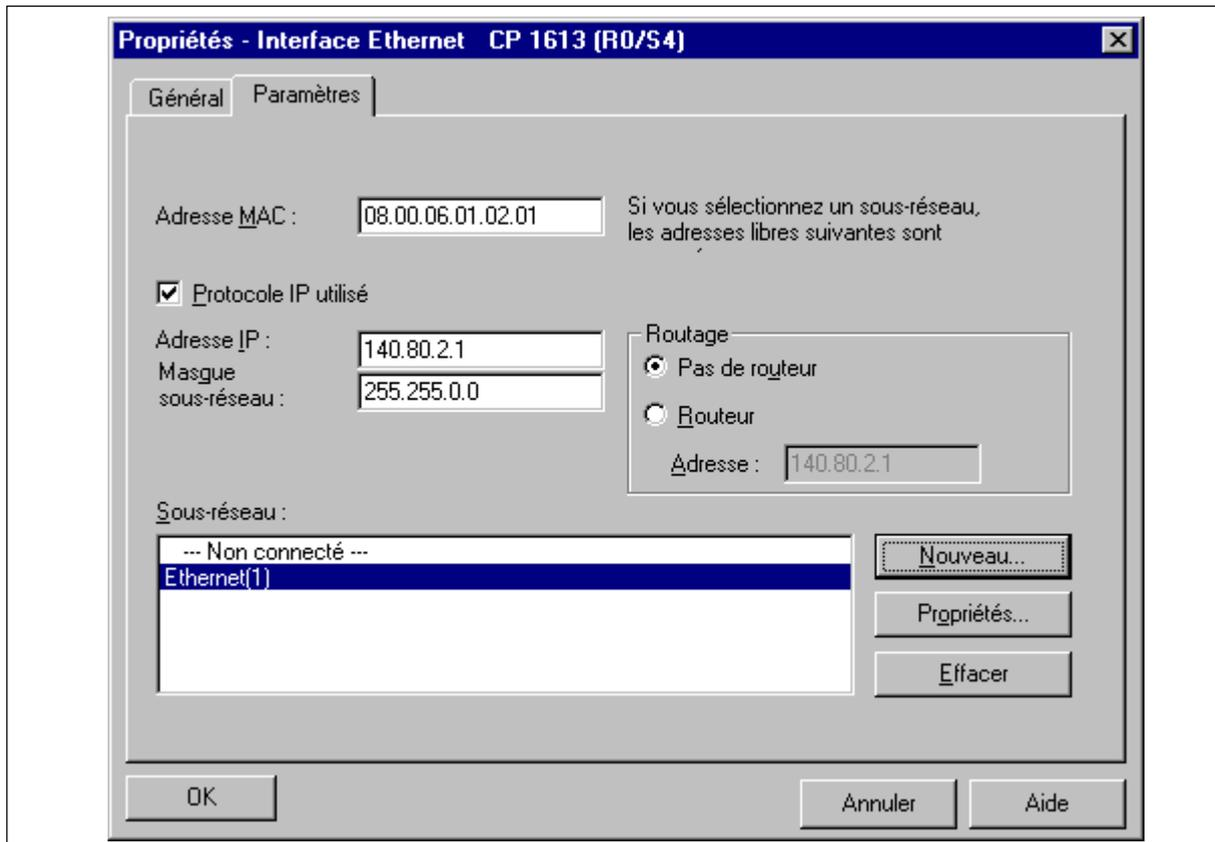

Figure 2-7 CP 1613 : propriétés interface Ethernet
3. Remplissez les propriétés de l'interface Ethernet conformément à la figure 2-7 (créez l'adresse MAC et un nouveau sous-réseau) et confirmez par "OK".